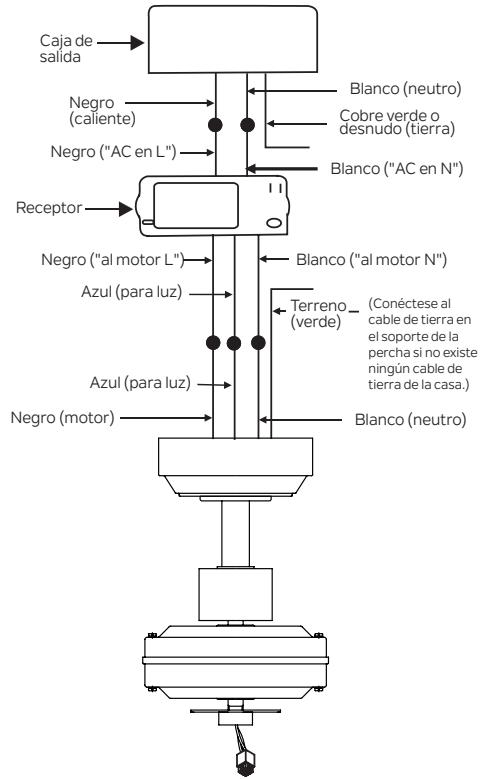

Fig. 14
Paso 2. Conexiones eléctricas del motor al receptor: (Fig. 14)
Paso 3. (Fig. 14) Receptor a la casa Decables de suministro Conexiones eléctricas:
Paso 4. (Fig. 14) Si la caja de salida tiene un cable de tierra (verde o de cobre desnudo) conectelo a los cables de tierra del ventilador; de lo contrario, conecte el cable de tierra del soporte colgante al soporte de montaje. Asegure la conexión del cable con una tuerca de plástico proporcionada. Despues de conectar los cables, sepárelos de modo que los cables verdes y blancos estén en un lado de la caja de salida y los cables negros y azules estén en el otro lado. Coloque cuidadosamente las conexiones de cable en la caja de salida.